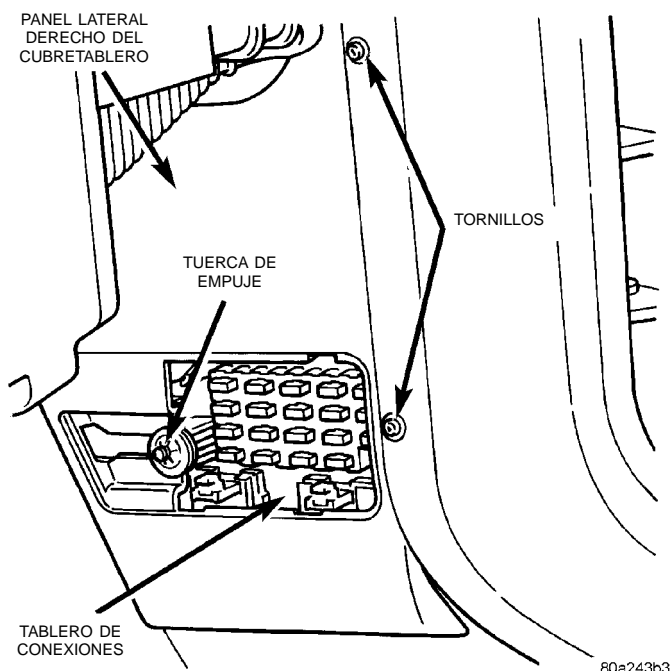

Fig. 22 Desmontaje/instalación del panel lateral derecho del cubretablero
(1) Desconecte y aisle el cable negativo de la batería.
(2) Retire el panel de acceso a los fusibles desenganchándolo del panel tapizado lateral derecho del cubretablero.
(3) Retire la tuerca de empuje que fija el panel lateral derecho del cubretablero al espárrago del tablero de conexiones (Fig. 22).